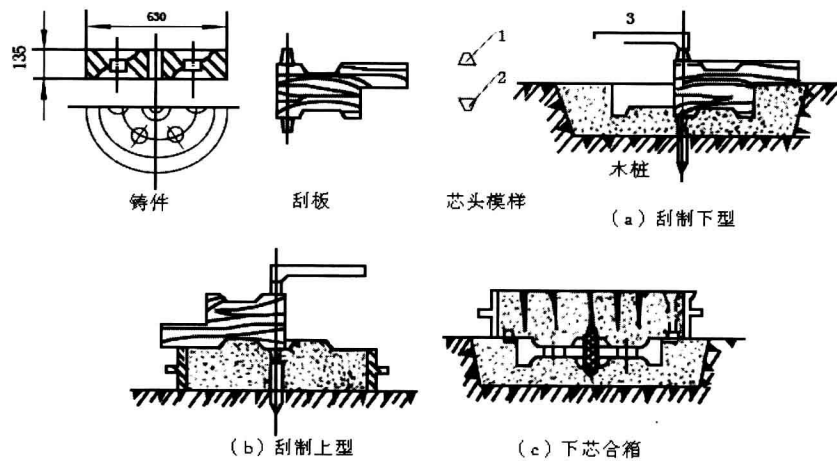

图 2-4 皮带轮的刮板造型过程
(4) 刮板造型如图 2-4 所示,是一个皮带轮工件的刮板造型操作步骤。